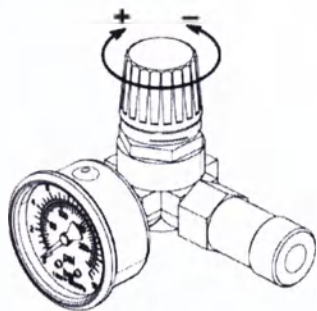

Рисунок 9
8.3.1 Настройка давления в подсоединенных исполнительных устройствах регулятором давления осуществляется следующим образом (рис. 9):